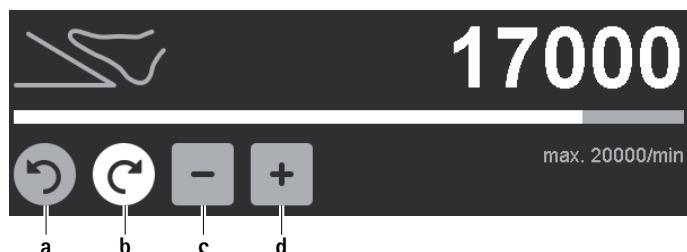

Fig. 6 Modificación del límite superior de velocidad/sentido de giro
- Modificación del sentido de giro: Accionar la tecla de selección de sentido de giro giro a derechas/giro a izquierdas **a/b** inactiva y gris, ver Fig. 6.